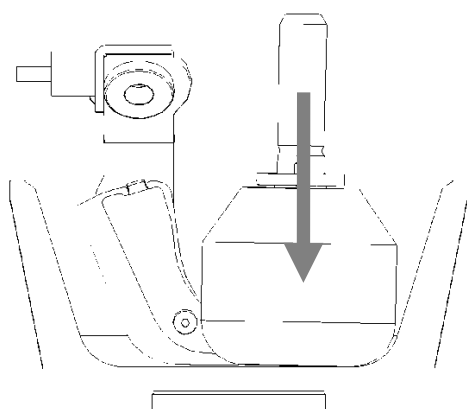

Рис. 7
- Затем снова перемещайте пест назад, пока не почувствуете ощутимое сопротивление. Для этого поверните кнопку песта **L** вправо. **Рис. 7**
- На **рис. 7** показана оптимальная настройка, так как теперь нижнее закругление песта точно входит в нижнее закругление ступки.
- Таким образом увеличивается сила прижима вниз, **рис. 7**